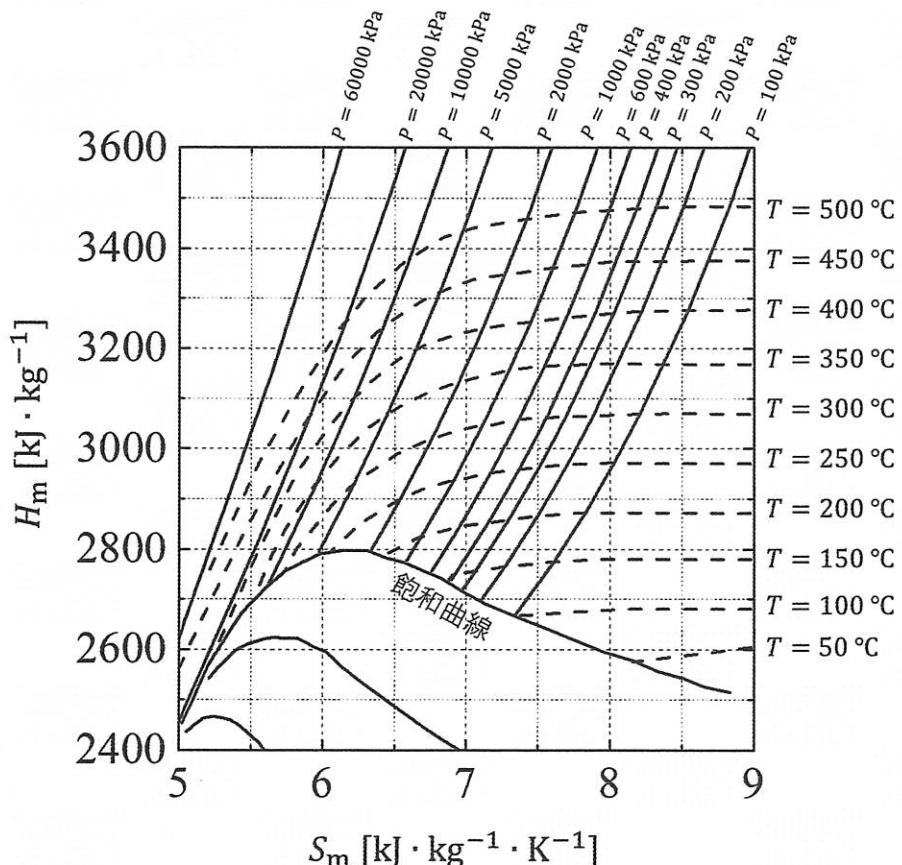

図2 水蒸気のエンタルピーーエントロピー線図
- (b) 図2に水蒸気のエンタルピーーエントロピー線図を示す。流路①～③におけるエンタルピーとエントロピーの値を、それぞれ有効数字3桁と2桁で読み取れ。
- (c) 流路③の水蒸気の質量流速 $\dot{m}_3 [\text{kg} \cdot \text{s}^{-1}]$ を求めよ。